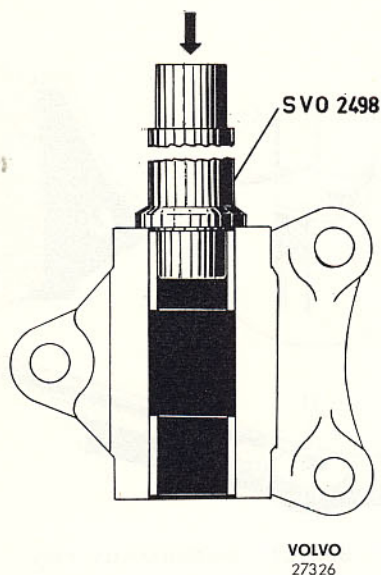

Bild 64. Montering av bussning
- c. Gäller utförande enligt bild 39. Pressa i bussningarna 0,3—0,5 mm innanför ytterplanet med hjälp av dorn SVO 2498, se bild 64. Brotscha bussningarna med brotsch SVO 4153. Rengör noggrant.